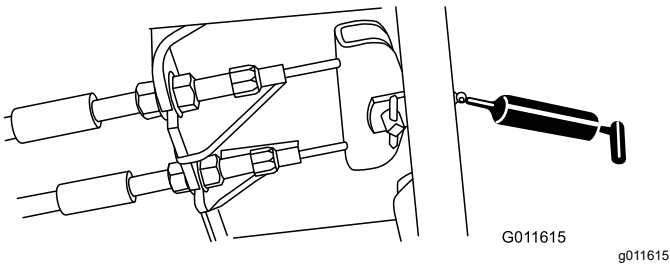

Figura 72
- Pedal do travão (1) (Figura 72)